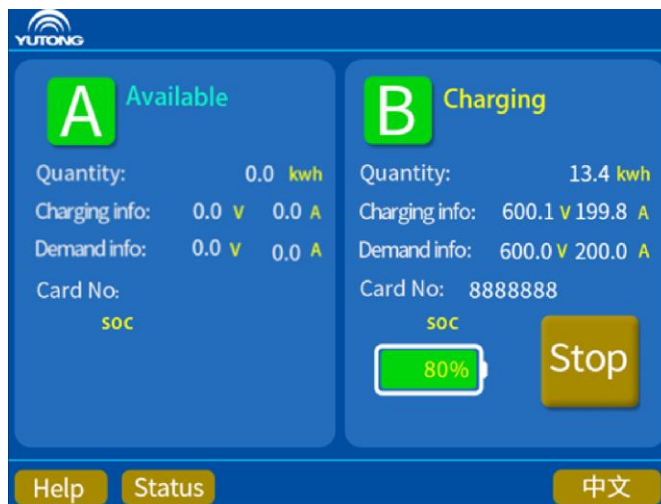

Figura 10 Interfaz de visualización de carga
5) Una vez configurados los parámetros de carga, el cargador de CC comienza a cargar el vehículo eléctrico. Pulse el botón **Stop** en la interfaz de carga para detener activamente la carga, véase la figura 10 para más detalles. La carga también puede realizarse automáticamente según el modo de carga seleccionado en el paso 3).